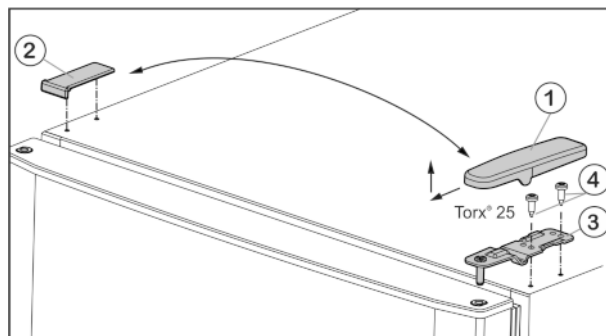

Fig. 5
- Afdekking Fig. 5 (1) naar voren en boven wegtrekken.
- Afdekking Fig. 5 (2) eraf nemen.
- Bovenste lagerbus Fig. 5 (3) losschroeven (2 maal Torx® 25) Fig. 5 (4) en naar boven eraf trekken.
- Plaats de bovenste lagerbus Fig. 5 (3) aan de nieuwe scharnierkant in de deur.
- Bovenste lagerbuis **vastschroeven (met 4 Nm)** (2 keer Torx® 25) Fig. 5 (4). Eventueel een accuboormachine gebruiken.
- Afdekking Fig. 5 (1) aan de andere kant buiten plaatsen en vastklikken.
- Afdekking Fig. 5 (2) steeds aan de andere kant van bovenaf plaatsen en vastklikken.